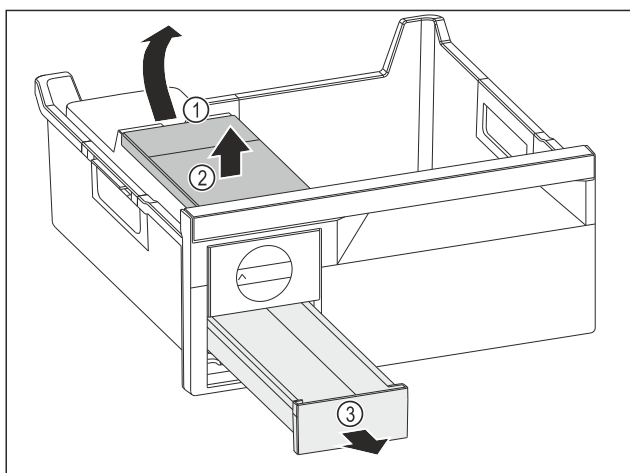

Fig. 129
- ▶ Udtagning af vandtank: Løft vandtanken i udsparingen Fig. 129 (1).
- ▶ Tag vandtanken Fig. 129 (2) op og ud.
- ▶ Tag isterningskuffen Fig. 129 (3) frem og ud.